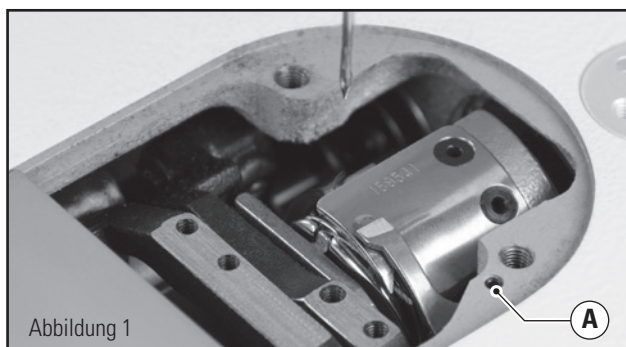

Abbildung 1
1. Einstellung an der Schraube (A) (Abb. 1):